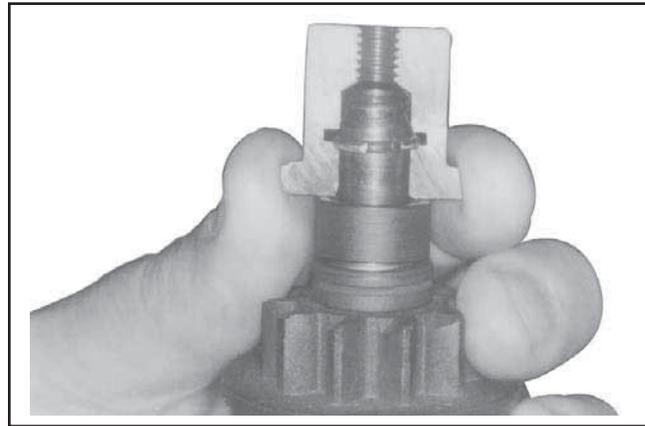

Figure 8-36. Montage de la moitié intérieure de l'outil autour de l'arbre de l'armature et bague d'arrêt.
4. Maintenir le mécanisme de fixation du ressort en position rétractée, assembler les moitiés intérieures de l'outil de dépose autour de l'arbre de l'armature avec la bague d'arrêt dans la gorge intérieure (voir la Figure 8-36). Glisser le collier sur les moitiés intérieures pour les maintenir dans cette position.